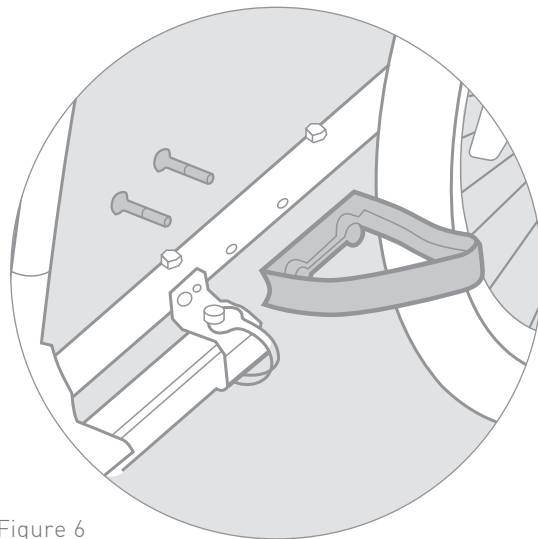

Figure 6
1. Insert wheel guard bolts through frame tube. Match holes in wheel guards to bolts. Tighten securely with hex key (Figure 6).
1. Insérez les boulons des garde-roues dans le tube du cadre. Superposez les trous des garde-roues avec les boulons. Vissez fermement à l'aide de la clé hexagonale (Figure 6).
1. Bolzen der Radabdeckung durch das Rahmenrohr einführen. Die Löcher in den Radabdeckungen auf die Bolzen ausrichten. Mit dem Inbusschlüssel festziehen (Abb. 6).